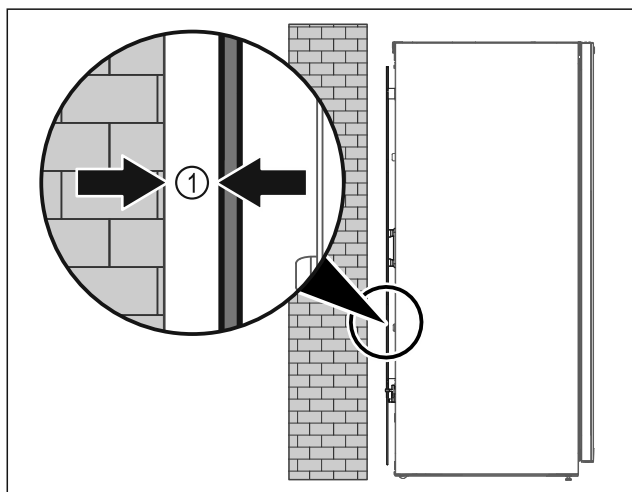

Fig. 4
- Instaloni pajisjen ose të lirë në dhomë, ose direkt mbi një mur me një distancë minimale prej 5 mm Fig. 4 [1] nga muri.